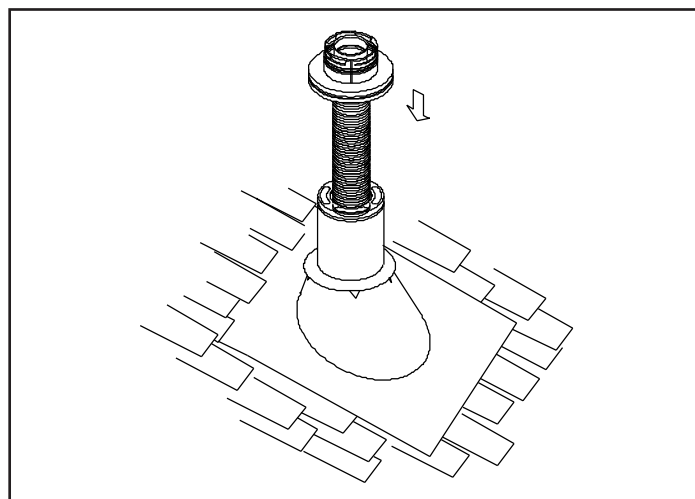

Figure 4.15
4. Placez le tuyau flexible au centre de la cheminée en l'introduisant depuis le haut et placez l'adaptateur supérieur au centre du conduit de cheminée. Percez quatre trous de 3 mm (1/8 po) de diamètre dans l'adaptateur supérieur et dans le débouché de cheminée, de préférence à partir du côté de l'adaptateur supérieur. Assurez-vous de percer dans le métal de la cheminée. Placez l'abat-vent pour vents forts sur l'adaptateur supérieur et tournez-le pour le verrouiller en place. Voir les figures 4.15 et 4.16.